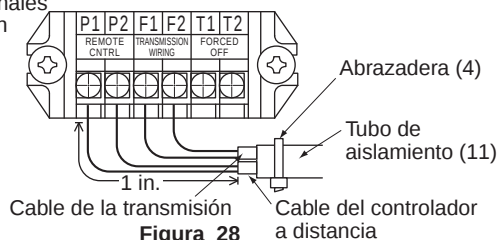

Figura 28
- Agregue el 2do controlador a distancia al bolque de terminales (P1, P2) en la caja de piezas eléctricas. (No hay polaridad.) (Vea la Figura 28 en la página 11 y el Cuadro 4 en la página 11)